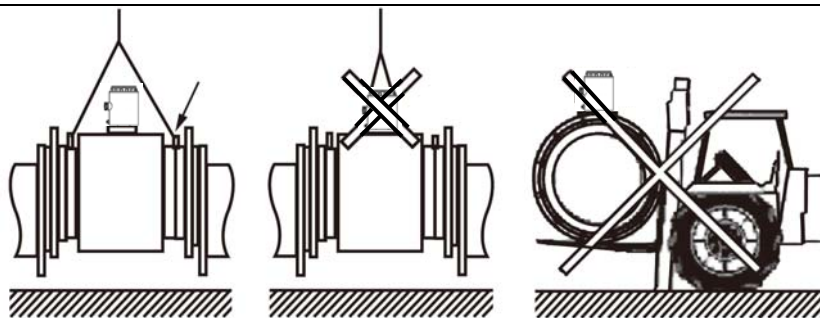

图3 吊装口径 ≥ 350 的仪表
- 吊装口径 ≥ 350 的仪表时，采用仪表上的吊板孔吊装至管线上（见图3）。